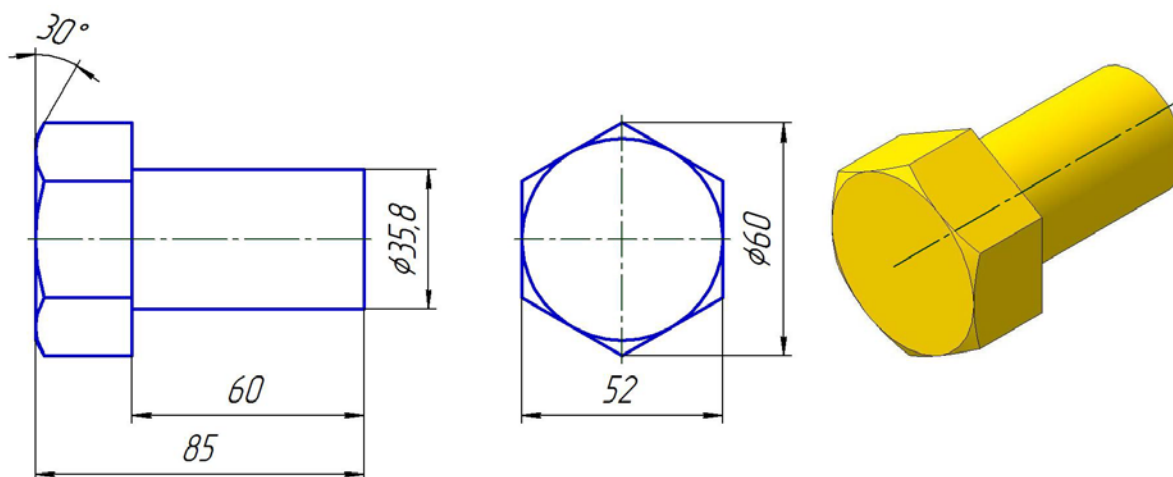

Рис. 4.25. Чертеж и модель заготовки детали «Пробка»
5. Сформируйте цилиндрическую часть детали и фаску операцией **Вырезать вращением** (рис. 4.25).